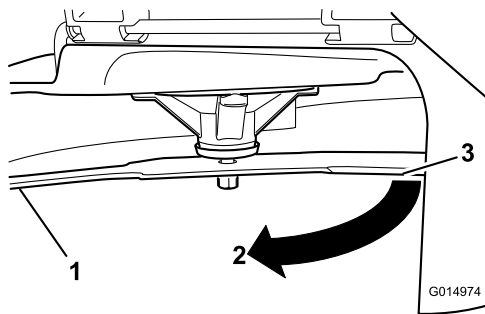

Bild 62
3. Zweiter zwischen Messer und Oberfläche (B) gemessener Abstand
4. Drehen Sie dasselbe Messer um 180 Grad, sodass die andere Schnittkante jetzt in derselben Stellung ist (**Bild 62**).